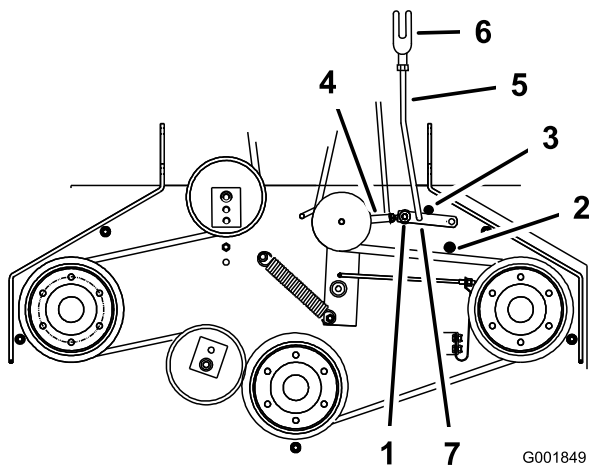

**Figura 49**
4. Ajuste la longitud del acoplamiento hasta que el extremo inferior de la palanca acodada casi roce el refuerzo del soporte del eje (Figura 49).
9. Afloje la tuerca de la horquilla (Figura 49).